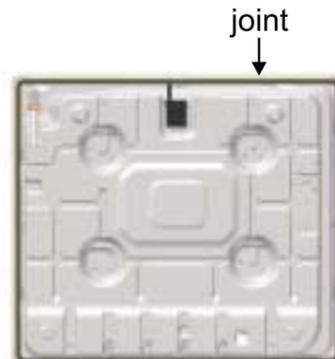

Fig. 7
3. Ensuite retournez la table le haut vers le bas et collez le joint sur tout le pourtour extérieur de la table (fig. 7).